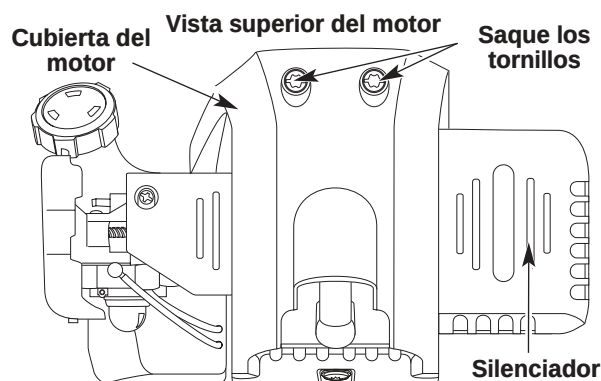

Fig. 51
2. Quite los dos (2) Tornillos de encima de la tapa del motor con un destornillador de pala o Torx #25 (Fig. 51).
6. Saque la cubierta del motor (Fig. 51).